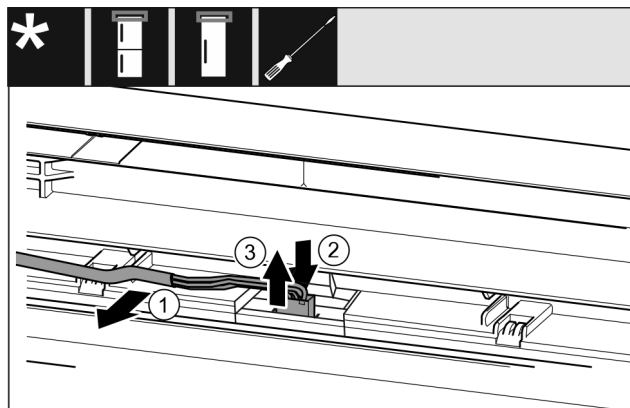

Fig. 9 Kombinimet ftohës-ngjirës / Frigoriferët ngjirës / Frigoriferët ftohës
- Lironi me kujdes kabllon Fig. 9 (1) ngjyrë gri nga udhëzuesi te dera.
- Shtypni për poshtë gjuhëzën Fig. 9 (2) prapa spinës.
- Nxirrni jashtë me kujdes spinën Fig. 9 (3) nga lart.